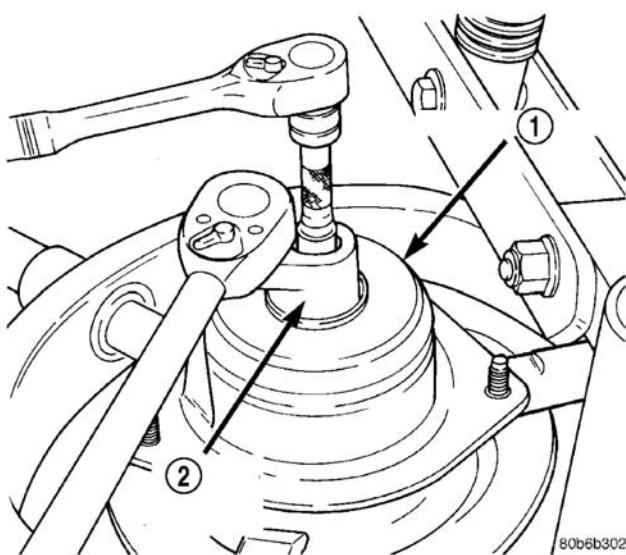

图 45 锁紧螺母的拆卸 / 安装 (典型)
(10) 将滑柱座安装到滑柱轴上, 并到达枢轴轴承和上座的顶部, 如图所示 (图 45)。将锁紧螺母松装在滑柱轴上。
(11) 在滑柱轴锁紧螺母 (图 45) 上安装滑柱螺母套筒 (在扭矩扳手的端头) (专用工具 6864)。然后, 在滑柱轴端部的六角头上安装 10 mm 套筒。在固定住滑柱轴不让它转动的同时, 紧固滑柱轴锁紧螺母至 $100 \text{ N} \cdot \text{m}$ (75 ft. lbs) 的扭矩。